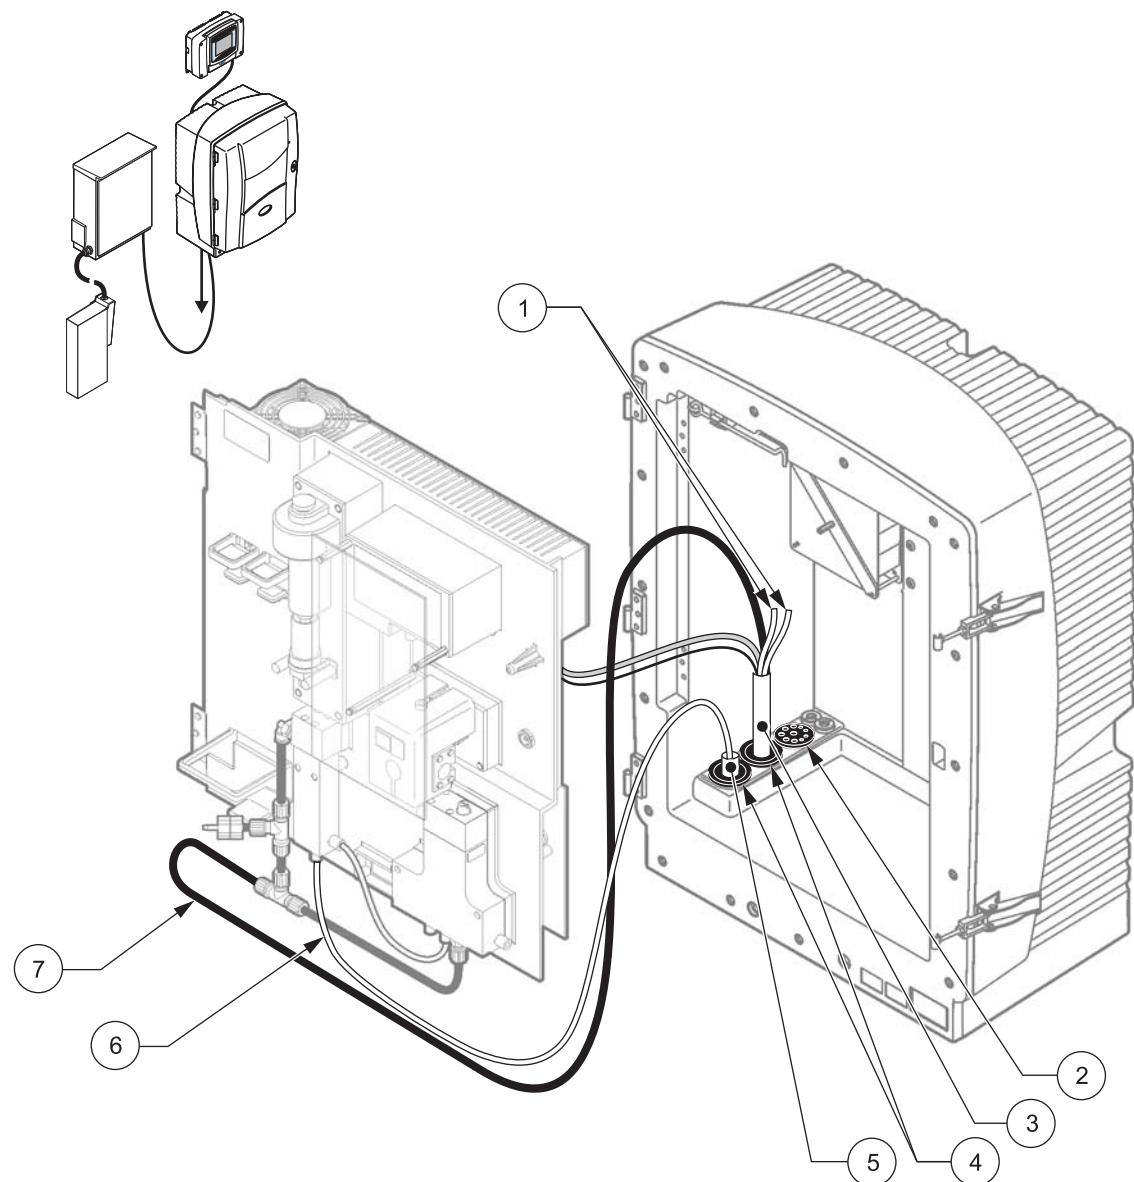

图 24 选项 3 设置
请参考图 24 以及选项 3 的以下说明：
2. 通过分析器开口从 FILTRAX 引出加热的软管 (图 24, 项目 5)。使用 1 号密封塞加固。